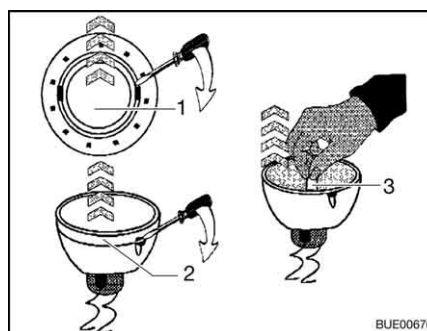

Bild 270 Halogenglühlampe wechseln
- Inneren Abdeckring (Bild 270,1) mit einem Schraubendreher vom Gehäuse lösen.
- Abdeckring mit der Glasscheibe (Bild 270,2) vom unteren Teil der Halogeneinbauleuchte mit einem Schraubendreher lösen.
- Halogenglühlampe (Bild 270,3) entfernen.